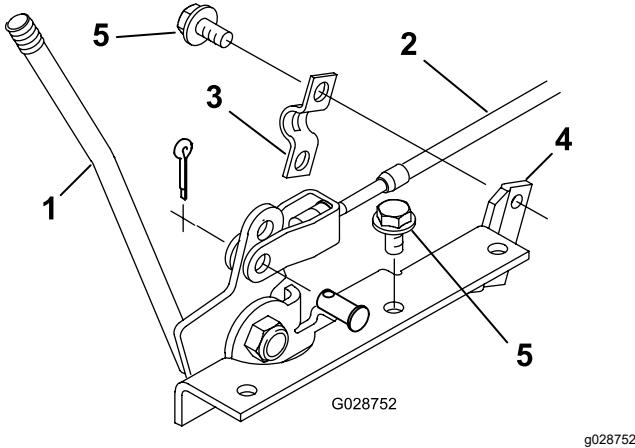

Figura 13
3. Conecte el pasador del cable de la TDF al orificio inferior de la palanca de la TDF con un pasador de horquilla y un pasador de chaveta (Figura 13)
4. Fije el cable de la TDF al soporte de la palanca de la TDF con una abrazadera y dos tornillos autorroscantes (Figura 13).